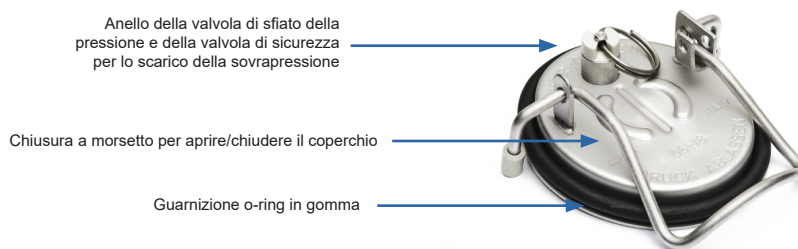

Fig. 1
1. Sollevare e ruotare la valvola di sfiato sulla parte superiore del cilindro per far calare la pressione nell'unità. (Fig. 1)
2. Terminato il calo della pressione, aprire la chiusura a morsetto e rimuovere il coperchio del serbatoio. (Fig 1)
5. Controllare che la guarnizione o-ring in gomma (Fig. 1) sia posizionata correttamente. Riposizionare il coperchio del serbatoio e chiuderlo con il morsetto.